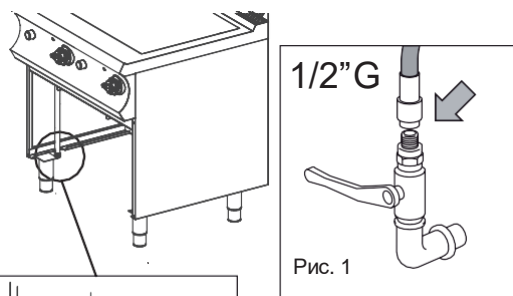

Рис. 1
- Закройте запорный кран на входе прибора (рис.1);
- закройте запорный кран на входе прибора (рис.1);